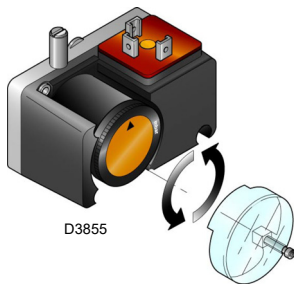

Fig. 22
- Régler le pressostat gaz minimum (Fig. 22) en début d'échelle.